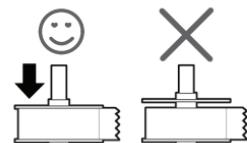

Figura 8
- 5 Coloque o guia da bobina no lado direito da bobina e pressione-o firmemente de encontro ao rolo de etiquetas, **sem deixar folga** entre o rolo e a bobina. Consulte Figura 8.